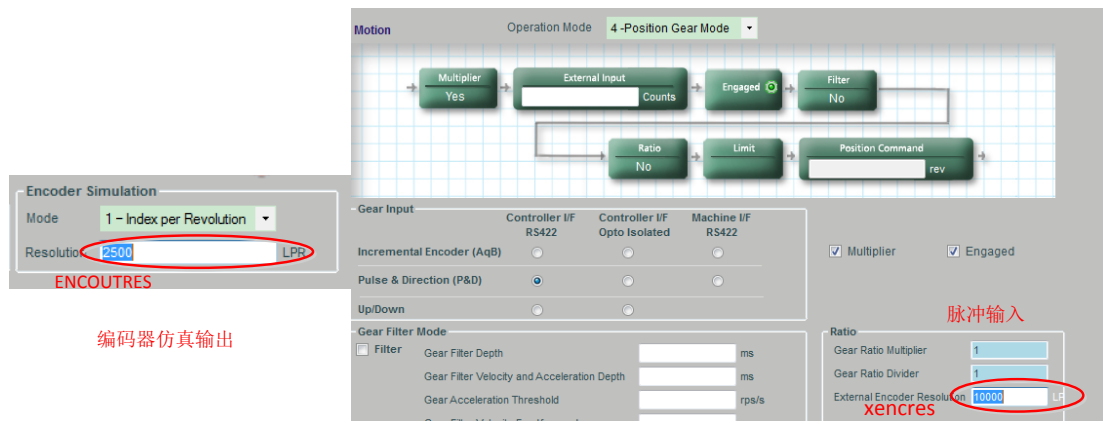

图 4-7 电子齿轮比设置
1) 对于旋转电机，要求控制器发 10000 个脉冲，旋转电机走一圈，同时驱动器反馈给控制器 10000 个脉冲，参数设置如图 4-7 所示，